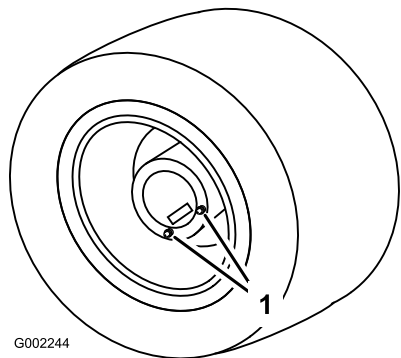

Рисунок 81
1. Поставьте опрыскиватель на ровную поверхность так, чтобы задние колеса были установлены, как показано на Рисунок 81.
3. Поместите сливной поддон под сливные пробки и снимите пробки со ступиц (Рисунок 81).